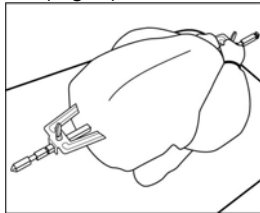

Fig. 2
8. Insérer l'autre fourchette de rôtisserie dans l'autre extrémité de la brochette. S'assurer qu'elle est poussée fermement dans le rôti ou le poulet et la fixer avec l'autre vis à oreilles. (Fig. 2)